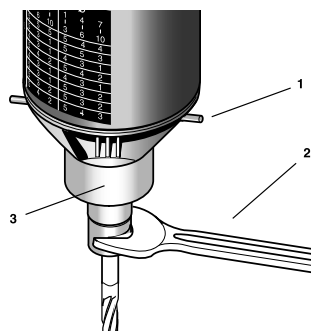

Fig. 3
1. Den Blockierstift (1) in die dafür vorgesehene Bohrung im unteren Flansch stecken (siehe Fig.3).
3. Mit dem beigelegten Schlüssel (2) die abgeflachte Überwurfmutter (3) aufdrehen (siehe Fig.3) und Werkzeug aus Spannzange entnehmen. Neues Werkzeug einführen und Überwurfmutter wieder gefühlvoll anziehen. Es ist darauf zu achten, dass vorher die passende Spannzange in die Welle eingesetzt wird.